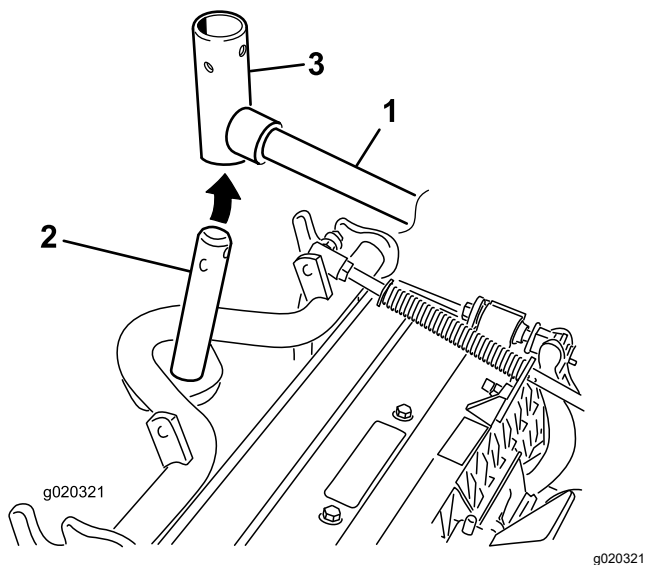

Figura 10
10. En el caso de las unidades de corte delanteras, deslice una unidad de corte debajo del brazo de elevación mientras coloca el eje del bastidor de tiro en la horquilla de pivote del brazo de elevación (Figura 10).
- B. Introduzca la horquilla del brazo de elevación en el eje del bastidor de tiro (Figura 10).